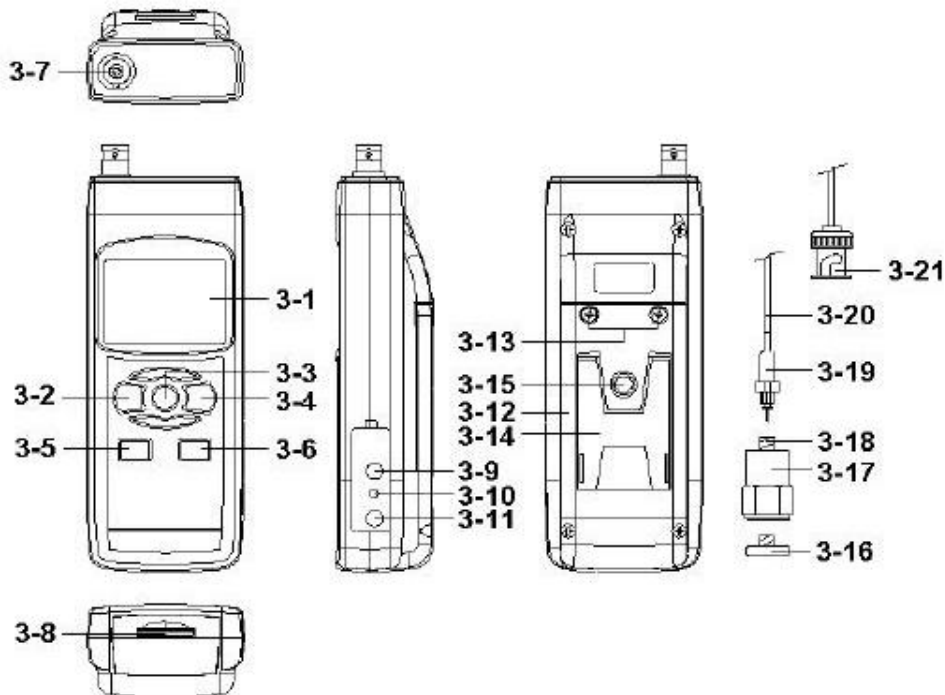

Fig. 1
Tecla cero	Bajo la medición de aceleración (RMS), sensor de movimiento, pulse la tecla registrador (3-6, Fig. 1) > 5 segundos.
Tecla reinicio Máx.Hold	Bajo las mediciones Max. hold , pulse la tecla registrador (3-6, Fig. 1)> 5 segundos
- 1) Encienda el medidor pulsando la tecla "Power" (3-2, Fig. 1) momentáneamente.
- * Pulsando la tecla "Power" (3-2, Fig. 1) de manera continua y durante > 2 segundos se apagará el medidor.
- 2) Enchufe el "cable conector BNC" (3-21, Fig. 1) a la "toma de entrada BNC" (3-7, Fig. 1).
- * Por favor, no utilice el dedo o la mano para tocar el "cable sensor" (3-20, Fig. 1)
Seleccione la unidad deseada de pantalla pulsando la "tecla unidad" (3-4, Fig. 1) de manera continua (sin soltar la tecla), la pantalla mostrará las siguientes unidades de Aceleración/Velocidad/Desplazamiento en secuencia.
Seleccione la función deseada (RMS, Pico, Max HOLD) pulsando la "tecla función" (3-3, Fig. 1). de manera continua (sin soltar la tecla), hasta que la pantalla muestre la función deseada (RMS, Max HOLD, Pico) , después suelte la "tecla de función" (3-3, Fig. 1). Para conocer los procedimientos detallados, por favor consulte el capítulo 4-1.
Cuando se esté ejecutando la función Máx Hold si pulsa la tecla " LOGGER-Registrador" (3-6, Fig. 1) de manera continua durante al menos 5 segundos, borrará el valor Máx. Hold existente.
- 1) El sensor de vibración está listo, conecte el "enchufe del cable" (3-21, Fig. 1) en la "toma de entrada" (3-7, Fig. 1).
- 4) Pulse la tecla "LOGGER-registrador" (3-6, Fig. 1) de manera continua durante al menos 5 segundos y la pantalla se pondrá a cero.
Durante la medición, pulse la tecla "Hold" (3-3, Fig. 1) una vez y el valor de medida se congelará y la pantalla mostrará un símbolo "HOLD".
- 1) La grabación de datos graba las lecturas máximas y mínimas. Pulse la tecla "REC" (3-4, Fig. 1) una vez para comenzar la función de registro de datos y se mostrará un símbolo "REC" en la pantalla.
- a) Pulse la tecla "REC" (3-4, Fig. 1) una vez, el símbolo "REC MAX" aparecerá junto con el valor máximo en la pantalla.
Si desea borrar el valor máximo, pulse la tecla "Hold" (3-3, Fig. 1) una vez, a continuación la pantalla mostrará el símbolo "REC" y se ejecutará la función de memoria de manera continua.
b) Pulse la tecla "REC" (3-4, Fig. 1) otra vez, el símbolo
Si desea borrar el valor mínimo, pulse la tecla "Hold" (3-3, Fig. 1) una vez, la pantalla mostrará el símbolo "REC" y se ejecutará la función de memoria de manera continua. Para salir de la función registro de memoria, pulse la tecla "REC" durante al menos 2 segundos. La pantalla volverá a la lectura actual.
Cuando encienda el medidor, la "luz de fondo del LCD" se encenderá de manera automática. Durante la medición, pulse la "tecla luz de fondo" (3-2, Fig. 1) una vez para apagar la "luz de fondo del LCD". Pulse la tecla "luz de fondo" otra vez y la "luz de fondo del LCD" se encenderá otra vez.
Prepare una "tarjeta de memoria SD" (de 1 G a 16 G, opcional), inserte la tarjeta SD en la "ranura para la tarjeta SD" (3-8, Fig. 1).
Pulse la tecla "REC" (3-4, Fig. 1) una vez, el LCD mostrará "REC", a continuación pulse la tecla "Logger-registrador" (3-6, Fig. 1), el símbolo "REC" parpadeará, al mismo tiempo que los datos de medida junto con la información de la hora se guardarán en el circuito de medición.